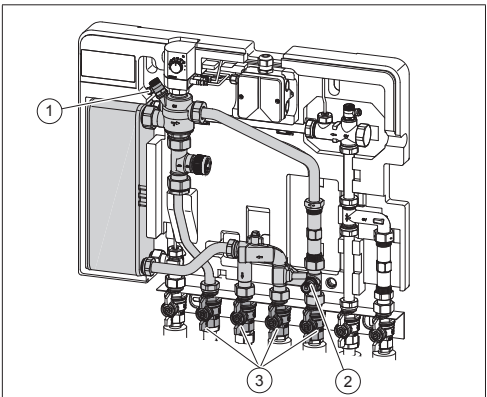

Fig. 3: Montarea ventilului de reglare
- Închideți cei 4 robinetei sferici (3) marcați în fig. 3 ai setului de racordare cu robinetei sferici.
(1)	Modul de service
- Deschideți ventilul de aerisire (vezi fig. 3 (1)) pentru a deprimiza consumatorul din instalație.
- Deschideți ventilul de golire (vezi fig. 3 (2)).
- Închideți ventilul de aerisire și golire (vezi fig. 3).